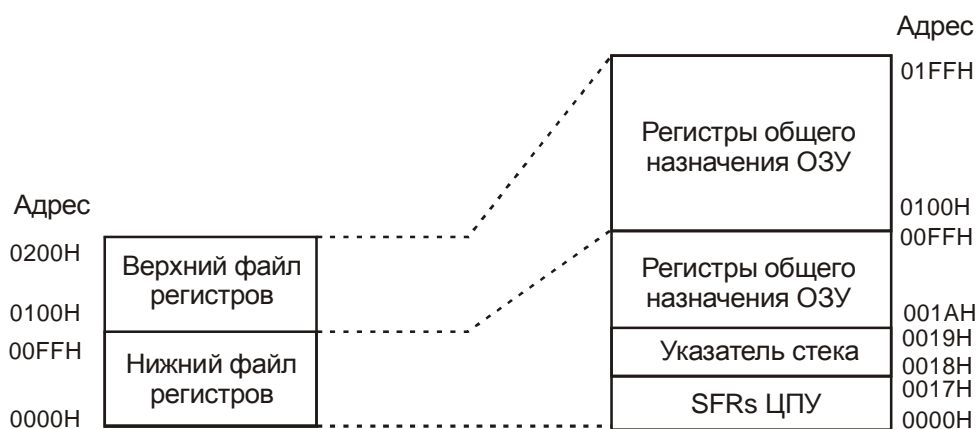

Рисунок 5.1 – Карта памяти файла регистров
Регистровый файл (см. рисунок 5.1) разделен на старший файл регистров и младший файл регистров. Старший файл регистров состоит из регистров общего назначения оперативной памяти. Младший файл регистров содержит регистры общего назначения оперативной памяти наряду с указателем стека (SP) и регистрами специальных функций центрального процессора (SFR).